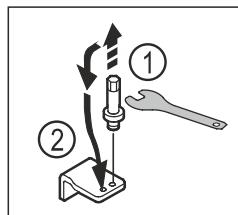

Fig. 17
- Išsukite apatinės atraminės gembės kaištį raktu su išoriniu šešiabriauniu SW5. Fig. 17 (1)
- Įstatykite kaištį priešingoje pusėje. Fig. 17 (2)